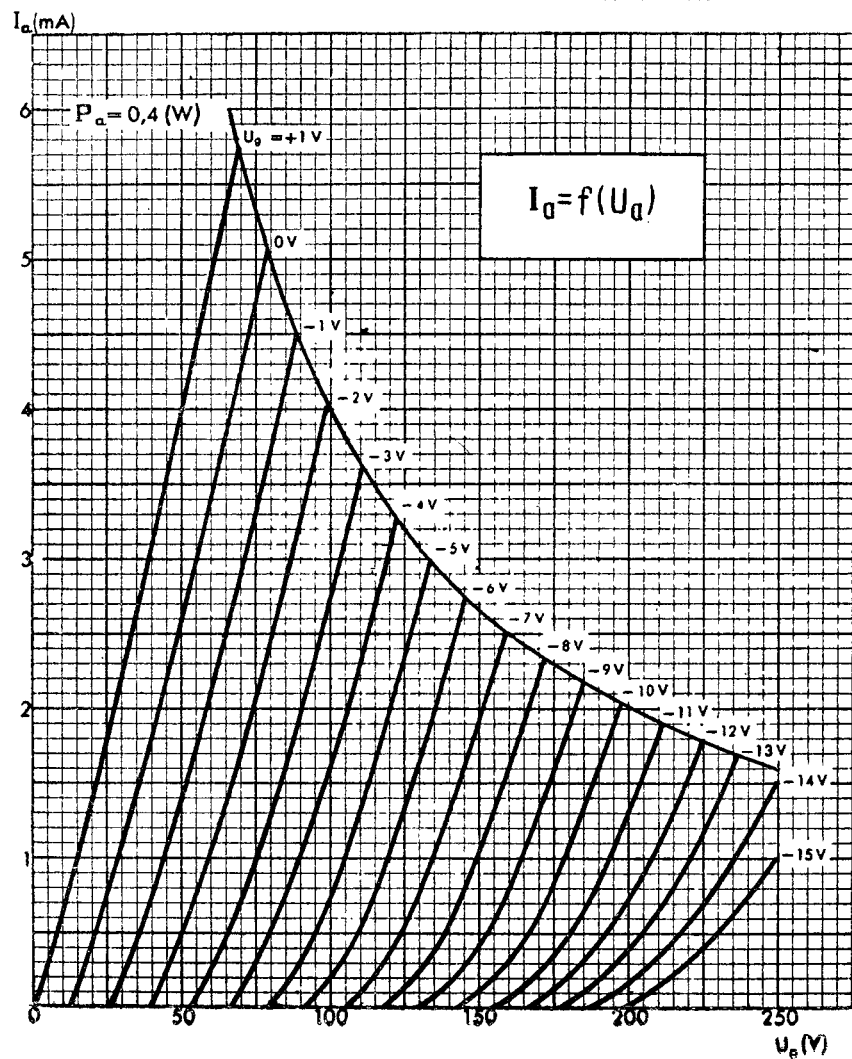

Рис. 5
2. Характеристикам DCH11 (рис. 5) лампы DCH25 и DC41W.